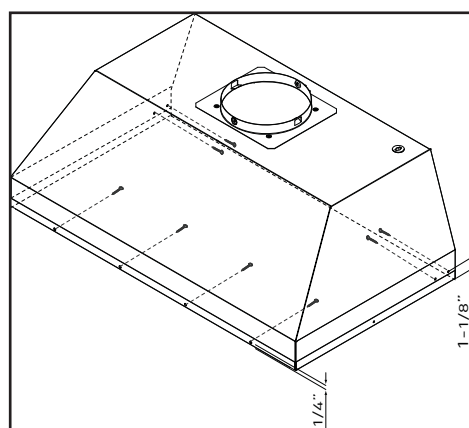

FIG. 3
4. Soulevez le boîtier jusqu'à l'ouverture sous l'armoire et fixez-le à l'intérieur de l'armoire à l'aide des huit (8) vis #8 x 1/2" en acier inoxydable; (4) vis à l'avant et (4) vis sur les côtés. FIG. 3.